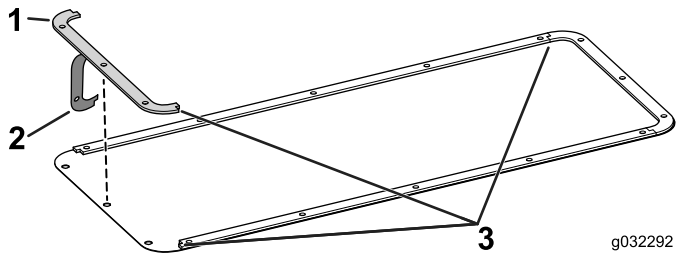

图4
3. 取下密封件的粘性衬底，将密封件粘贴在护罩上（图4）。
注意： 确保密封件上的孔与护罩上的孔对齐，且密封件在粘贴时相互联结（图4）